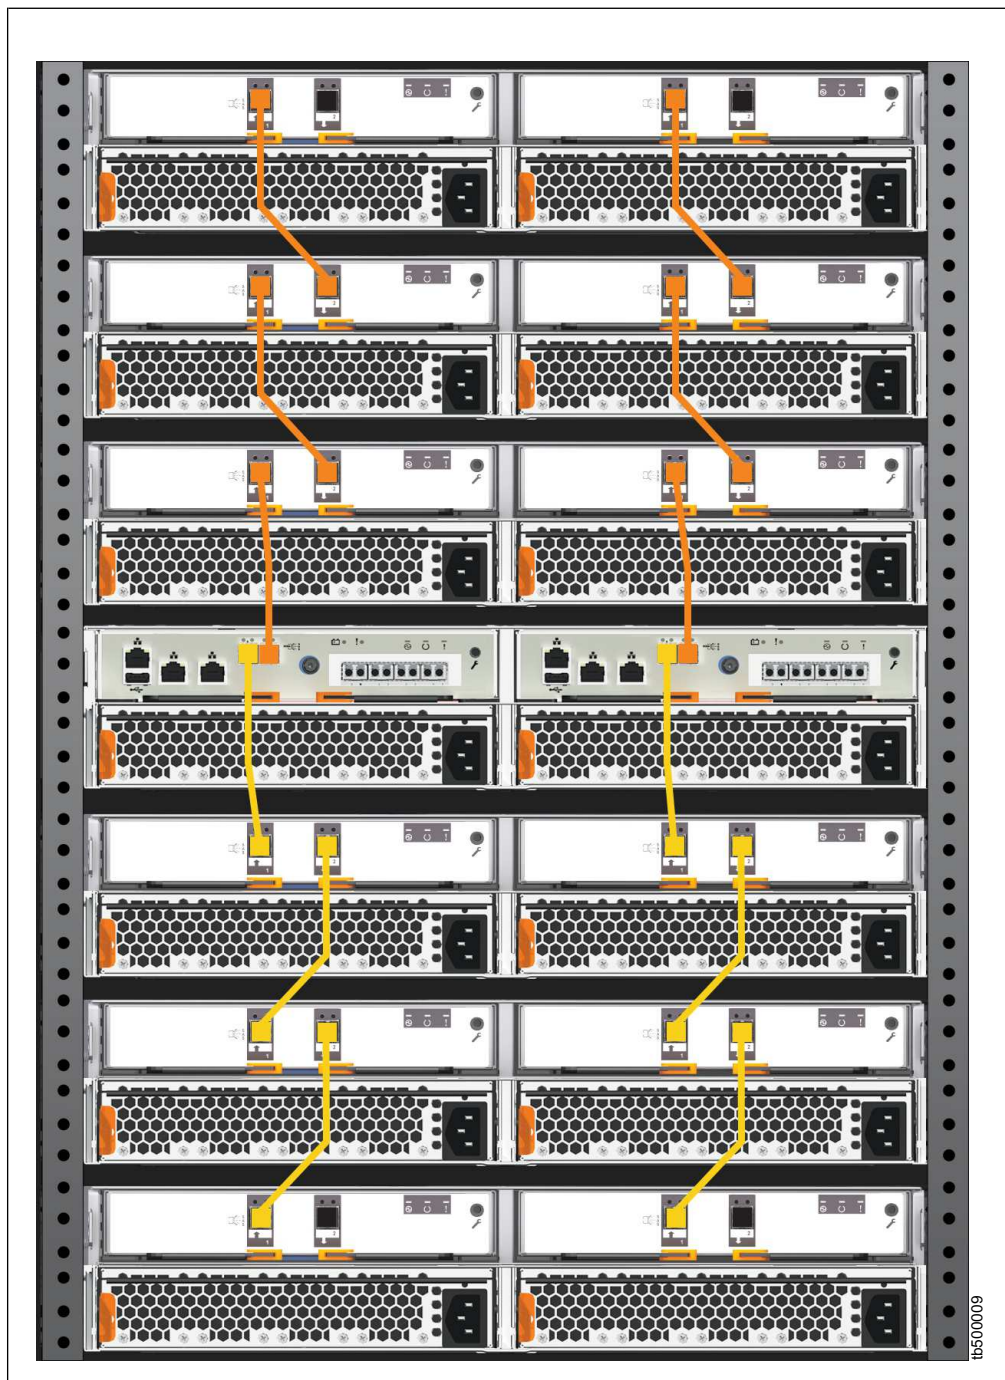

図 20. Storwize V5030 システムへの SAS ケーブルの接続
31 ページの図 20 は、Storwize V5030 システム上の SAS ケーブルの接続方法を示しています。この図では、2 つの拡張チェーンが Storwize V5030 システムに接続されます。
2. 2 番目の拡張チェーンを Storwize V5030 コントロール・エンクロージャーに追加するには、図 20 に示されているように、提供された SAS ケーブルを使用して、コントロール・エンクロージャーをラック位置 2 の拡張エンクロージャーに接続します。
3. 追加の拡張エンクロージャーを取り付ける場合は、各拡張エンクロージャーを、チェーン内の前の拡張エンクロージャーに接続します。これには、31 ページの図 20 に示されているように、2 本の Mini SAS HD 間ケーブルを使用します。